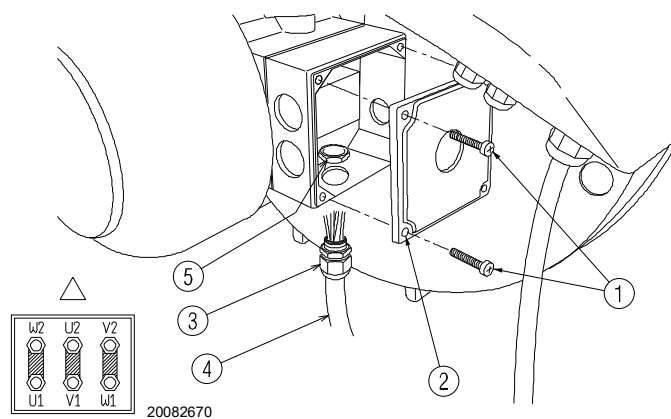

Fig. 23
- pour accéder au boîtier du moteur, dévisser les quatre vis 1)(Fig. 23) et enlever le couvercle 2) ;
- Installer le câble 4) avec le raccord correspondant au boîtier moteur, en le fixant précisément avec l'embout 5)(Fig. 23).
- Effectuer un contrôle visuel final et fermer le boîtier du moteur en vissant les 4 vis 1)(Fig. 23).